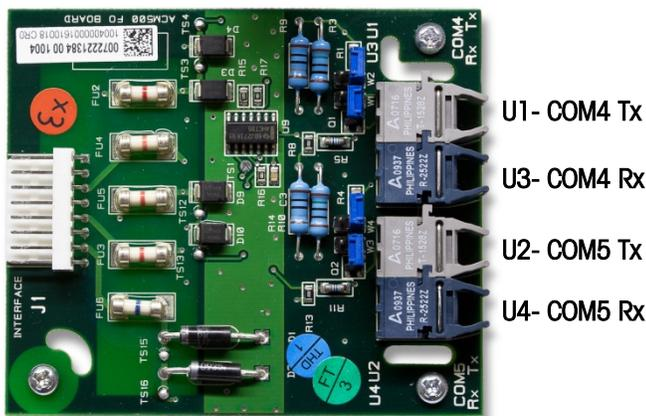
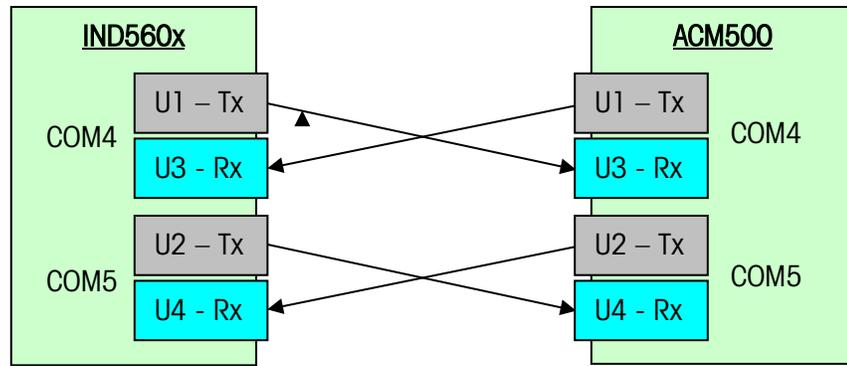

Figura 3-9: Tarjeta de interfase de fibra óptica
Figura 3-10: Diagrama de conexión del cable de fibra óptica
3. Cuando conecte cables de fibra óptica en el COM4, determine cuáles cables de fibra óptica vienen del puerto COM4 de la terminal IND560x. Enchufe el cable de fibra óptica del transmisor (**U1**) COM4 de la IND560x en el receptor (**U3**) COM4 del ACM500 y el cable del receptor (**U3**) COM4 de la IND560x en el transmisor (**U1**) COM4 del ACM500. Consulte la Figura 3-9 para identificar los transmisores y receptores en la tarjeta de interfase de fibra óptica del ACM500. La Figura 3-10 muestra el cableado correcto entre la IND560x y el ACM500.
4. Cuando instale una conexión en el COM5, determine cuáles son los cables de fibra óptica que vienen del puerto COM5 de la IND560x. Enchufe el cable de fibra óptica del transmisor (**U2**) COM5 de la IND560x en el receptor (**U4**) COM5 del ACM500 y el cable del receptor (**U4**) COM5 de la IND560x en el transmisor (**U2**) COM5 del ACM500. La Figura 3-10 muestra el cableado correcto entre la IND560x y el ACM500.